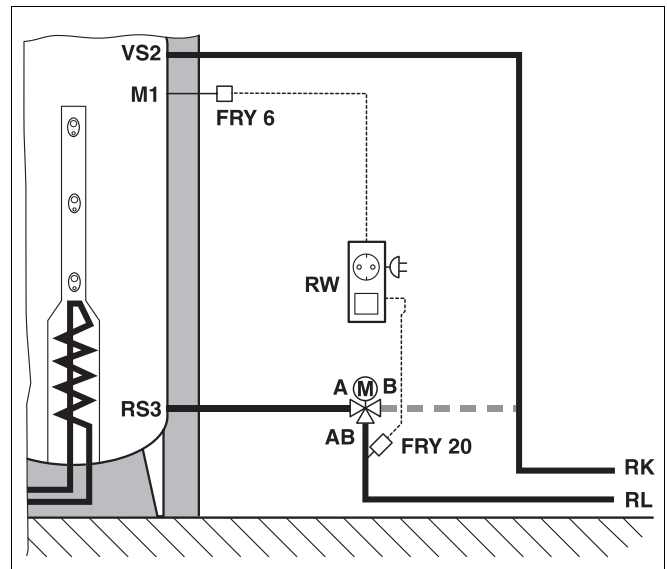
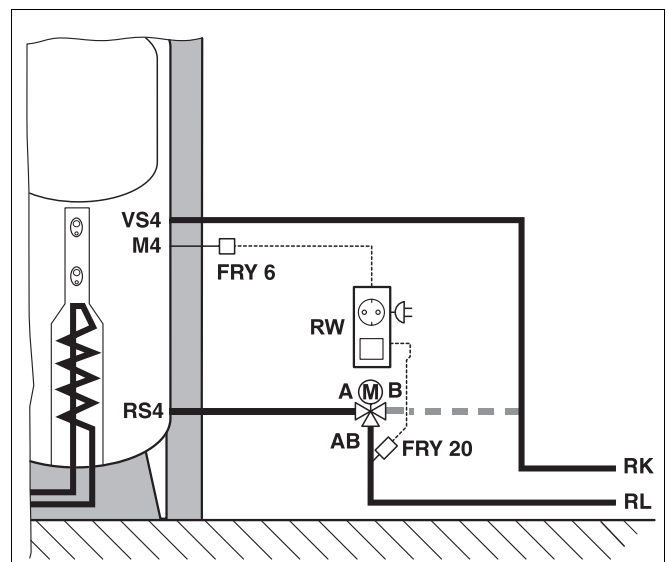

Fig. 3 Schema di montaggio dispositivo di controllo della temperatura di ritorno – accumulatore termico
Fig. 4 Schema di montaggio dispositivo di controllo della temperatura di ritorno – accumulatore termico ad effetto termosifone
- Montare la valvola motorizzata a tre vie sulla tubazione di ritorno tra l'accumulatore termico (fig. 3) o l'accumulatore termico ad effetto termosifone (fig. 4) e la caldaia. A questo proposito, osservate le indicazioni di collegamento riportate sulla valvola motorizzata a tre vie.
Le sigle (fig. 3 e fig. 4) corrispondono a quelle contenute nelle istruzioni di montaggio del rispettivo accumulatore.
- Montare la sonda a contatto FRY 20 sulla tubazione di ritorno mediante la fascetta stringitubo in dotazione – a ca. 20 cm dalla valvola motorizzata a tre vie (fig. 3, fig. 4, pagina 6).
- Montare la sonda dell'accumulatore FRY 6 (fig. 3, fig. 4, pagina 6) nella posizione prevista sull'accumulatore.